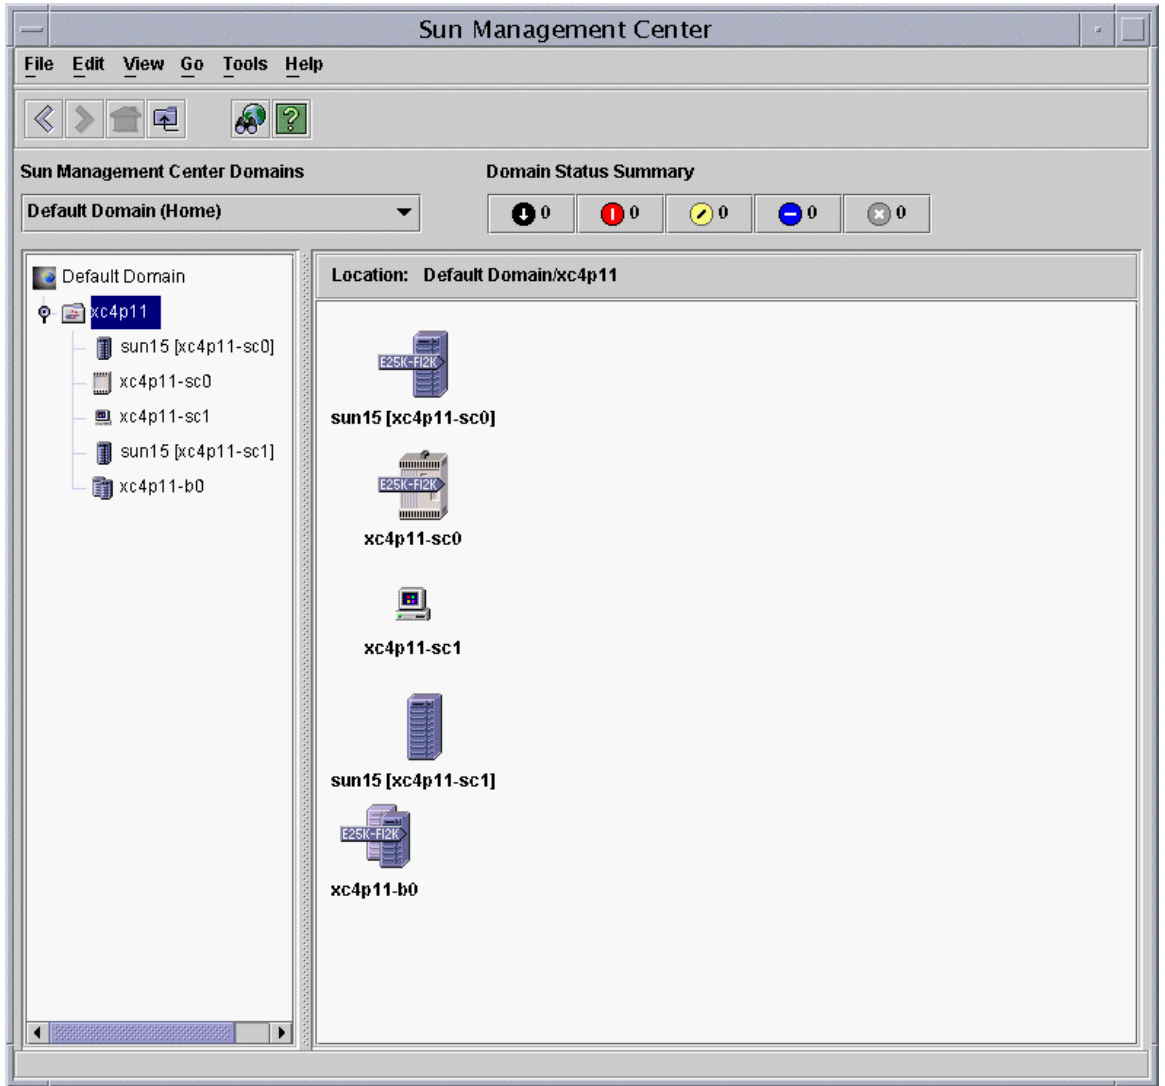

图 4-1 Sun Fire 高端系统组合对象示例
8. 有关 Sun Fire 高端系统组合对象示例，请参阅图 4-1。